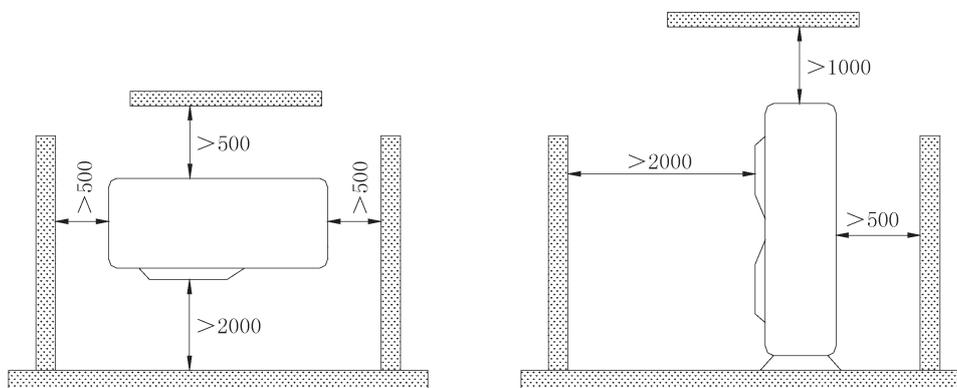

Fig.5
5. El espacio de instalación de la unidad debe estar según la Fig. 5.